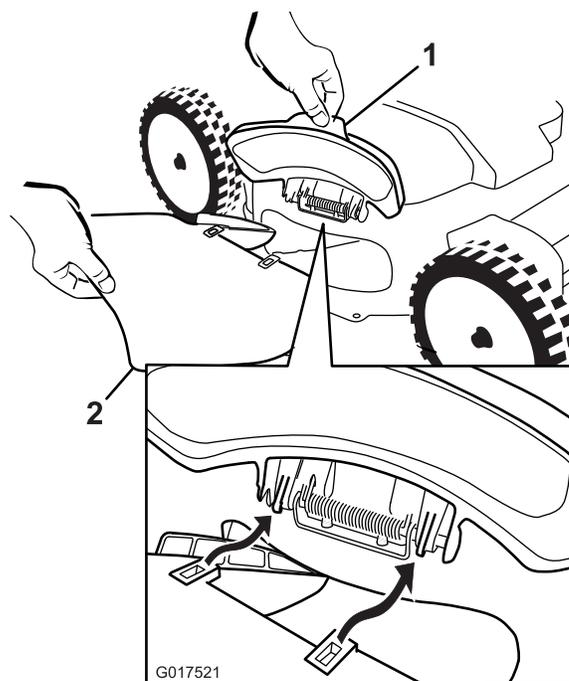
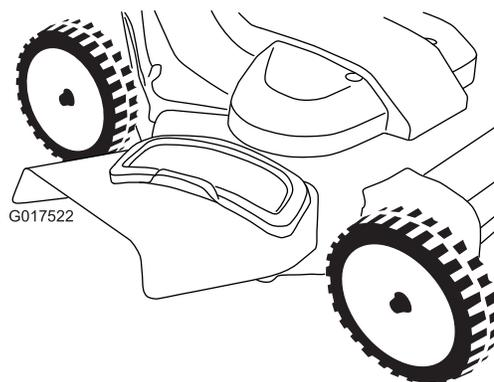

Figure 29
Figure 30
2. Installez l'éjecteur latéral comme illustré (Figure 29 et Figure 30), puis fermez le déflecteur sur l'éjecteur.
1. Soulevez et ouvrez le déflecteur d'éjection latérale (Figure 29).